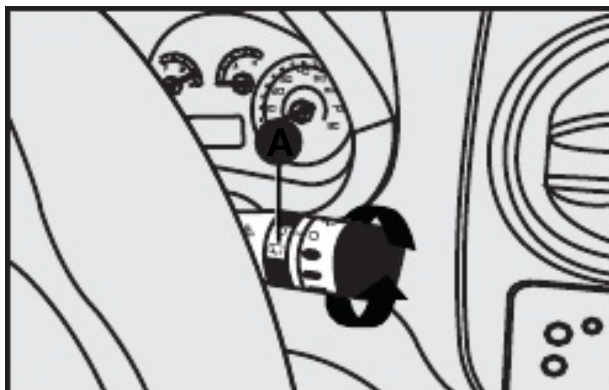

fig. 57
Limpador/lavador do vidro traseiro - fig. 57 e 58
- 1) Girar a empunhadura **A-fig. 57** da posição **O** para ;